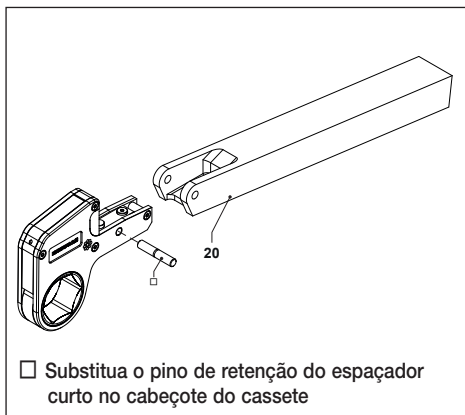

Fig. 6
3.4.1 Conectar o braço de reação longo da Série WTE (fig. 6)
- Instale o cassete no corte no braço de reação longo da Série WTE (20) alinhando os orifícios no braço com o furo no cassete.